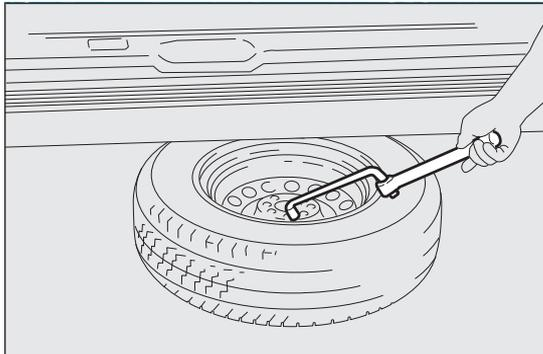

Abb. 173
- mit dem Radschlüssel das Rad unter dem Fahrzeug hervorziehen Abb. 173;